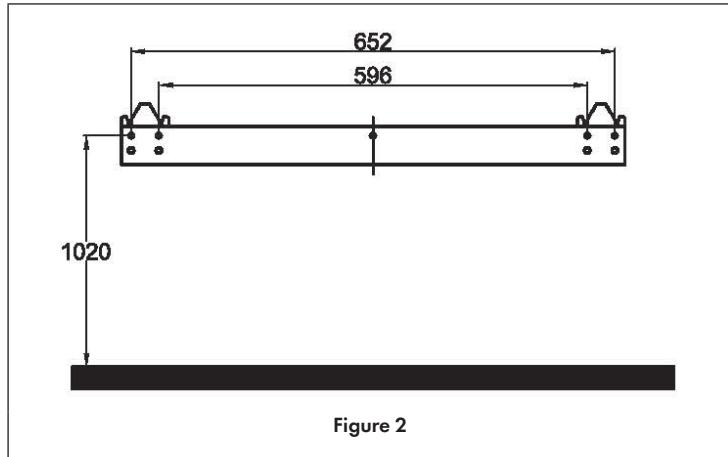

Figure 2
- Il est recommandé de garder une distance minimale de 60 cm entre le bas de la cheminée et le sol afin d'avoir une bonne vue sur la cheminée (voir la figure 2 pour les dimensions recommandées pour la fixation).
- Avant l'installation, marquez les 5 positions de vis sur le mur avec un crayon en utilisant les dimensions indiquées sur la figure 2 comme guide. Percez les trous avec un foret de 6 mm.